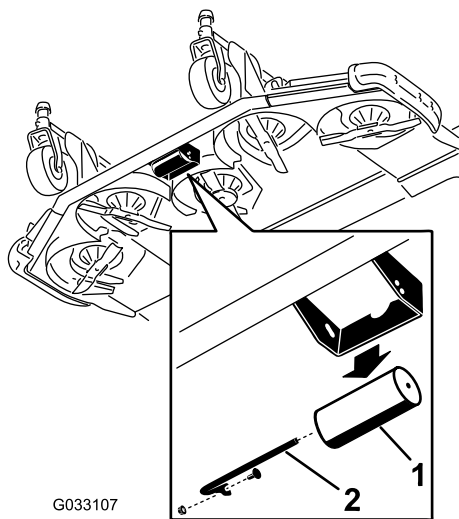

Figura 26
1. Rimuovete l'albero del rullo, la vite e il dado che fissano l'albero del rullo alla staffa del piatto di taglio (Figura 26).